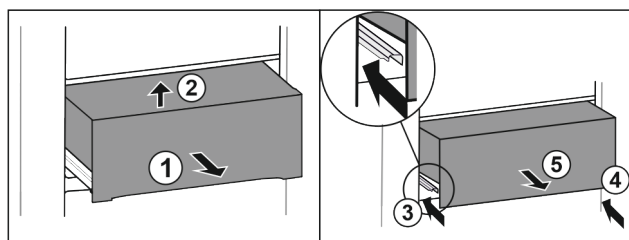

Fig. 36
- ▶ Zásuvku napůl vytáhněte. Fig. 36 (1)
- ▶ Nadzvedněte zásuvku vpředu. Fig. 36 (2)
- ▶ Zasuňte levou kolejničku. Fig. 36 (3)
- ▶ Zasuňte pravou kolejničku. Fig. 36 (4)
- ▶ Vyjměte zásuvku dopředu. Fig. 36 (5)